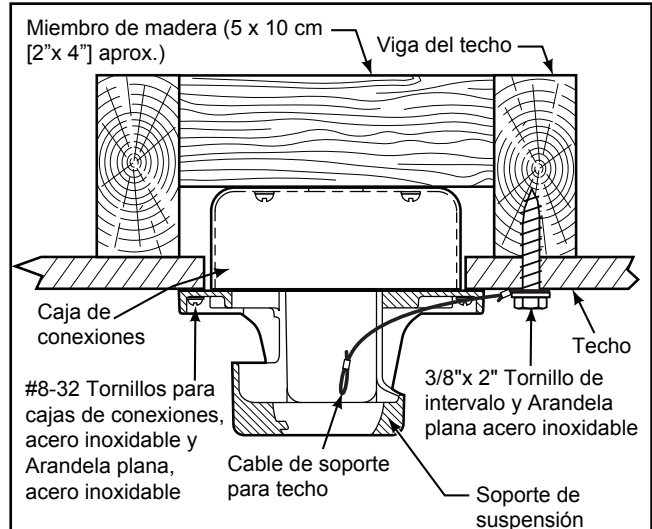

Figura 3
3. Afloje los dos tornillos de fijación del soporte del barral de soporte para techo a través de la varilla. Introduzca los cables de color negro, blanco y cable de seguridad a través de la varilla. (Figura 3)
1. Fije adecuadamente el soporte colgante a la caja de empalme del techo que sea aceptable para el soporte del techo. Usando los tornillos de la caja de salida #8-32 y las arandelas planas suministrado con el ventilador. (Figura 3)
2. Perfore un orificio de 1/4" en la estructura del edificio para evitar grietas con la instalación del tornillo de intervalo. Utilice el tornillo de intervalo de 3/8"x 2" y la arandela plana para fijar el cable de seguridad a la viga del techo o a la estructura de madera. Dicho tornillo pasará a través de arandela plana, la presilla del cable de seguridad y se fijará en la estructura del edificio. (Figura 3)
NOTA: El cable de soporte para techo no se puede asegurar solamente a la caja de conexiones; se debe asegurar directamente a la viga de techo o miembro estructural con el tornillo de cabeza cuadrada de 3/8"x2" y la arandela plana. (Figura 3)